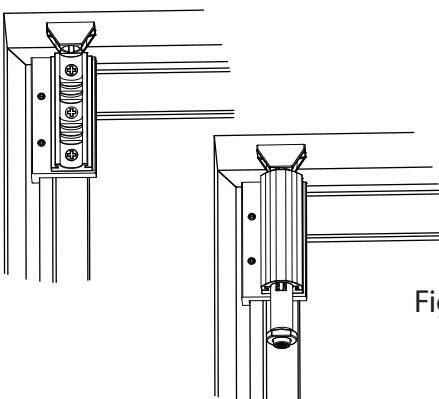

Fig 6.
7. For aluminium windows, fit the lock to the aluminium adapter with 3 #6 machine screws. Fit the aluminium adapter to the handle or the flange at the end of the window. Secure the adapter with 2 Allen screws with Allen key provided. Use the appropriate keeper or drill a hole in the sill when required. (Fig 6)
7. Pour les fenêtres en aluminium, installez la serrure sur l'adaptateur en aluminium avec 3 vis de mécanique à tête n° 6. Installez l'adaptateur en aluminium sur la poignée ou sur le rebord à l'extrémité de la fenêtre. Fixez solidement l'adaptateur avec 2 vis à tête avec la clé Allen fournie. Utilisez la bonne gâche ou percez un trou dans le seuil de fenêtre, si cela est nécessaire. à six pans que n° 6 et utilisez la gâche appropriée ou percez un trou (Fig. 6) dans le seuil de la fenêtre s'il y a lieu. (Fig. 6)
7. Para las ventanas de aluminio, instale el cerrojo en el adaptador de aluminio con 3 tornillos para metales N.º 6. Instale el adaptador de aluminio en la manija o en el reborde del extremo de la ventana. Fije el adaptador con 2 tornillos Allen con la llave Allen incluida. Use el dispositivo de cierre adecuado o taladre un orificio en el umbral si es necesario. (Fig. 6)